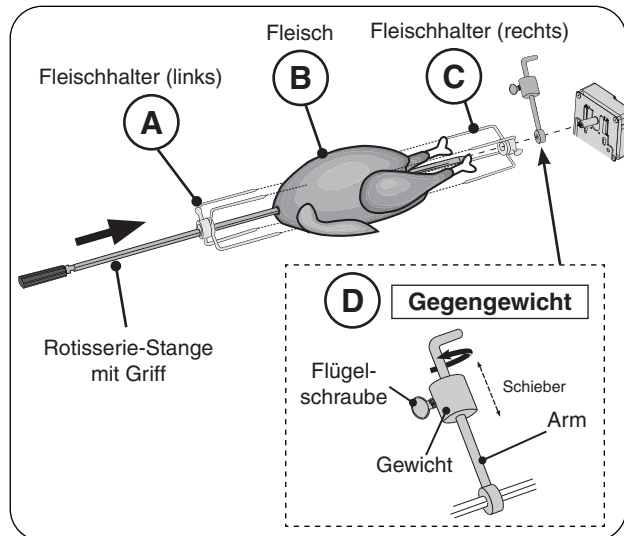
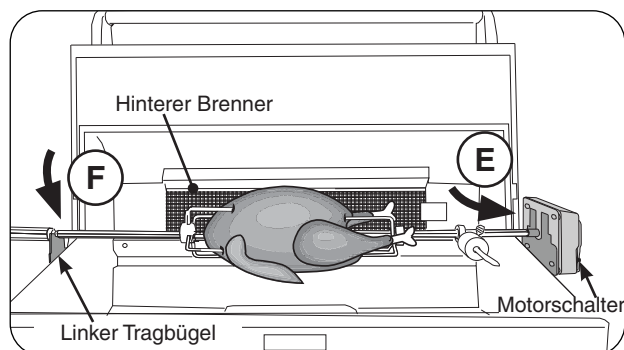

Abb. 32-3 Rotisserie zum Kochen zusammenbauen
Abb. 32-4 Befestigen Sie die Rotisserie-Stange am Motor
4. Schieben Sie den linken Fleischhalter auf die Stange und ziehen Sie ihn fest (siehe Abb. 32-3, A).
5. Schieben Sie dann das Fleisch auf den Stab, gefolgt vom rechten Fleischhalter (siehe Abb. 32-3, B und C).
8. Das Gegengewicht kann dann an einer gleichmäßigen Gewichtsverteilung angebracht werden. Schieben Sie das Gegengewicht auf die Stange neben dem rechten Fleischhalter (siehe Abb. 32-3, D). Lösen Sie den Arm und richten Sie ihn gegenüber der schweren Seite des Fleisches nach oben. Den Arm festziehen.
9. Schieben Sie das Gegengewicht auf dem Arm nach oben oder unten, bis der Spieß am gleichmäßigsten dreht, und ziehen Sie dann die Flügelschraube fest (siehe Abb. 32-4, D).
10. Führen Sie das spitze Ende der Stange in die Motorantriebsbuchse ein (siehe Abb. 32-4, E). Setzen Sie dann die Stangennut (neben dem Knopf) in die linke Halterung ein (siehe Abb. 32-4, F).
3. Legen Sie den Korb anstelle des Aromarosts auf den Brenner. Richten Sie die Korbausschnitte über den Brennerhalterungen aus (siehe Abb. 32-3 und Abb. 32-4).